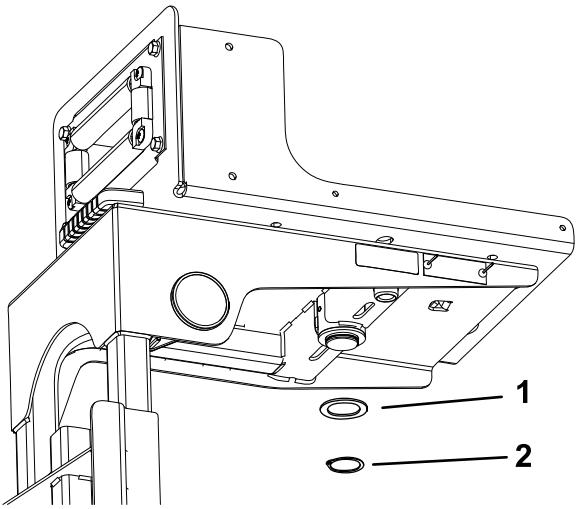

图9
- 2. 在软管卷支撑架的下面，将止推垫圈和卡环装在转盘柱上（图9）。